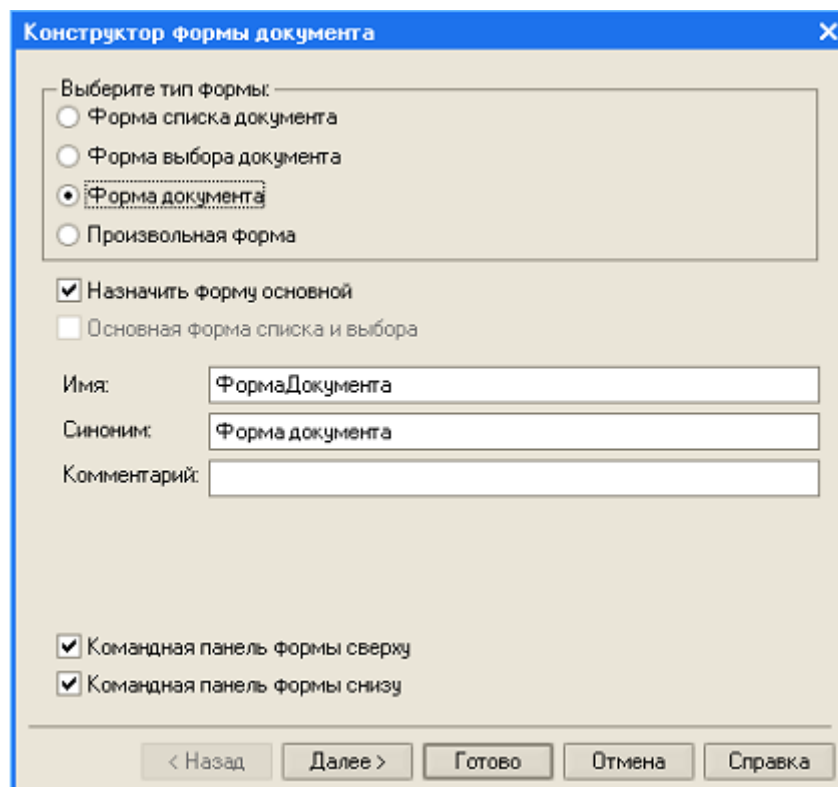
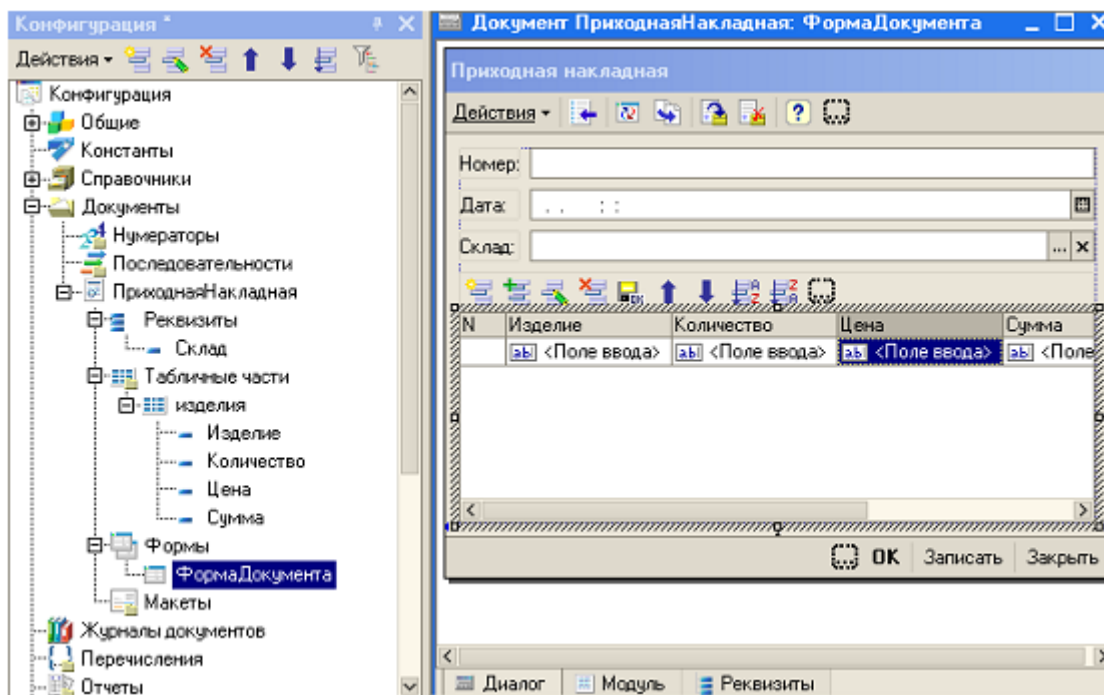

Рис. 44
Рис. 45
- в открывшемся окне конструктора форм (рис. 44) выберите тип формы – *Форма Документа* и щелкните на кнопке *Готово* - откроется окно редактора форм (рис. 45);